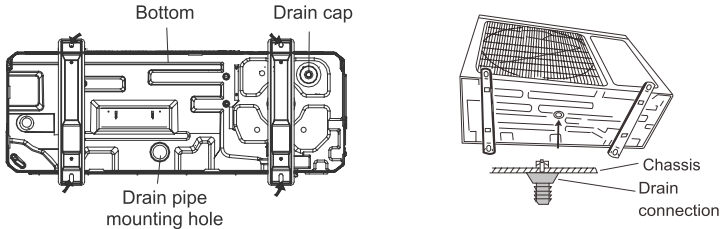

Fig.11
4.2.2. Evacuación de líquidos condensados de la unidad exterior (sólo la unidad de bombeo de calor) (Fig 11)
- (1). Corte la conexión del tubo con un cutter y retire los rebordes.
- (2). Sujete el tubo hacia abajo para evitar que los bordes cortados entren en el tubo.
- (3). Retire las tuercas de la válvula de cierre de la unidad exterior y dentro de la bolsa accesorio de la unidad interior, después introdúzcalos en el tubo de conexión, después de eso, corte el tubo de conexión con una herramienta adecuada.
- (4). Compruebe si el reborde se extiende uniformemente y no hay grietas (vea Fig.11).